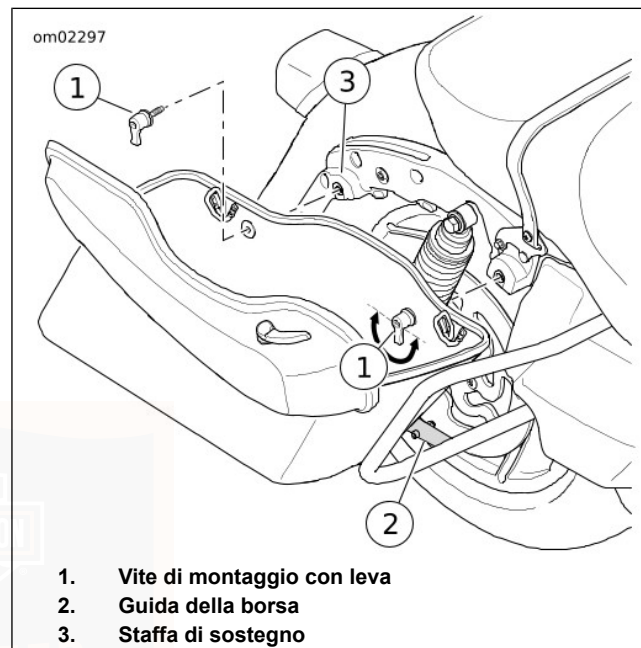

Figura 52. Rimozione/installazione della borsa
3. Vedere Figura 52. Girare le leve della vite di montaggio in senso orario per rimuovere le viti di montaggio dalla staffa di sostegno.
1. Vedere Figura 52. Posizionare con cura la borsa sulla sua guida. Allineare gli occhielli di montaggio ai fermi della staffa di sostegno.